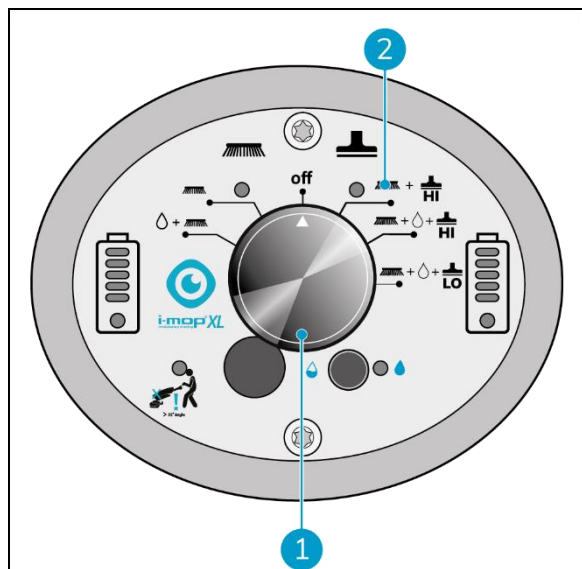

Figura 26
1. Utilice el interruptor principal de la i-mop XXL Pro (Figura 26, pos. 1) y seleccione MODO 3 Cepillo + Aspiración en seco (Figura 26, pos. 2).